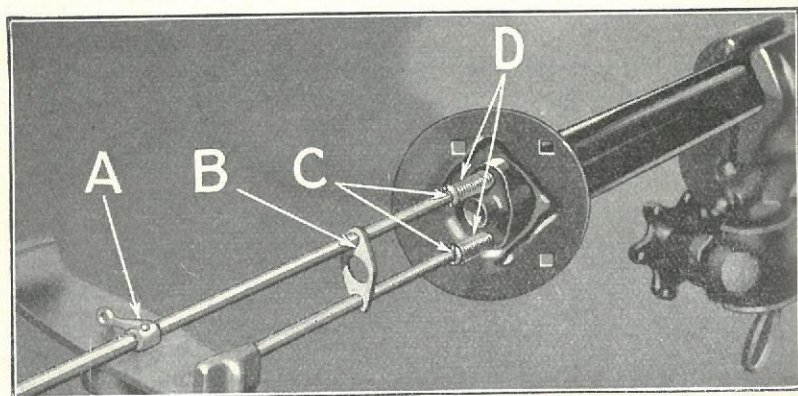

Fig. 389
751 Aftag Benzinreguleringsarmen ved at drive Stiften ud (Fig. 389-A).
753 Sammentryk Spiralfjedrene »D« (Fig. 389), saaledes at Stifterne kan udtages. Aftag Underlagsskiver og Fjedre.
- 762 Paasæt de to Spiralfjedre og Skiver paa Benzin-Tændingsreguleringsstængerne, som vist ved »D« paa Fig. 389.
- 763 Sammentryk Fjedrene og indsæt Låsesstifterne »C« (Fig. 389) gennem Reguleringsstængerne.
- 764** Paasæt Reguleringsstangs-Styrepladen som vist ved »B« paa Fig. 389.
- 765** Sæt Reguleringsarmen paa Gasreguleringsstangen. Flugt Stifthullet i Armen med Hullet i Reguleringsstangen, indsæt Stiften og nit denne i begge Ender (Fig. 389-A).